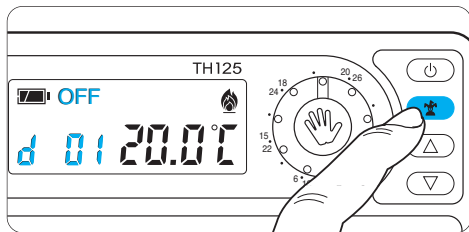

Fig. 40
12.5 - Premere due volte il pulsante  (fig. 40). Sul display, al posto dell'indicazione dell'ora corrente, compare la scritta **d01**.